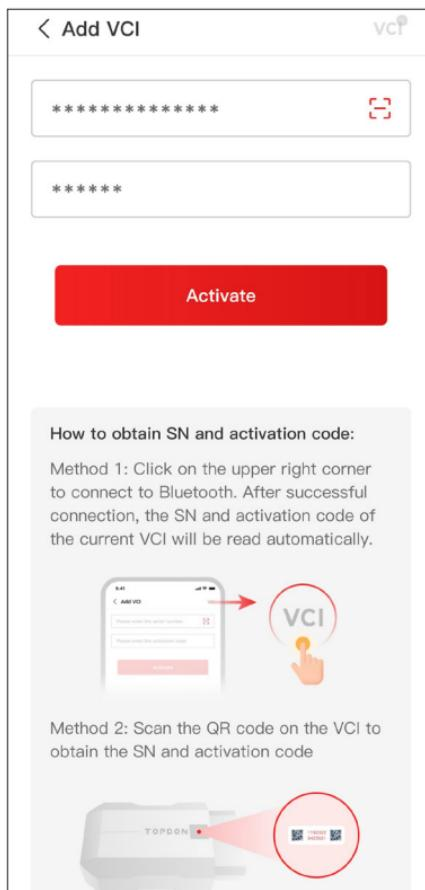

Abb. 3-7
- ④ Wählen Sie Ihr Gerät aus der Liste der gesuchten Bluetooth-Geräte.
- ⑤ Nach einer erfolgreichen Bluetooth-Verbindung werden die Seriennummer (SN) und der Aktivierungscode des VCI automatisch gelesen. Klicken Sie dann auf **Aktivieren** (siehe Abbildung 3-7).